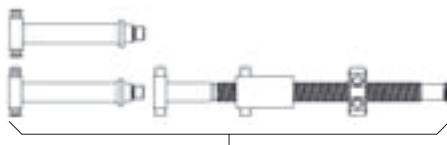

Fig. 14
- Montar el distractor de husillo **10**, ver Fig. 14.